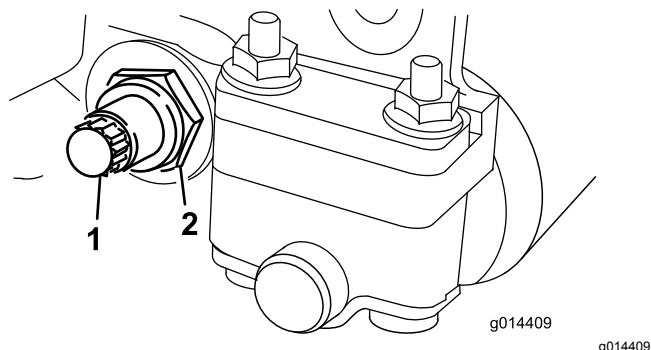

Figura 19
3. En cada lado de la máquina, afloje la contratuerca que sujeta el perno de la barra de asiento (Figura 19).
4. Retire todos los pernos de la barra de asiento, para poder tirar de la barra hacia abajo y retirarla de la máquina (Figura 19).